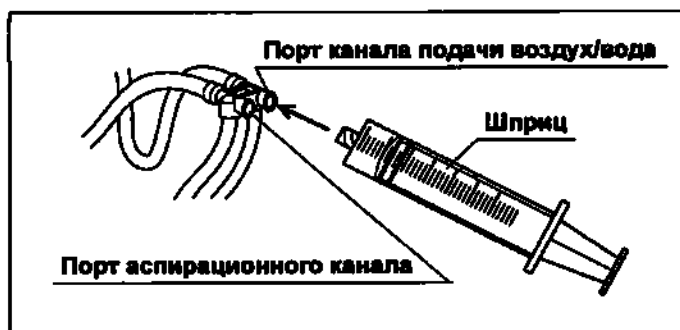

Рис. 6.32
(см. рис. 6.32)
- 4 Присоедините шприц к порту канала подачи воздух/вода инъекционной трубки. (см. рис. 6.32)